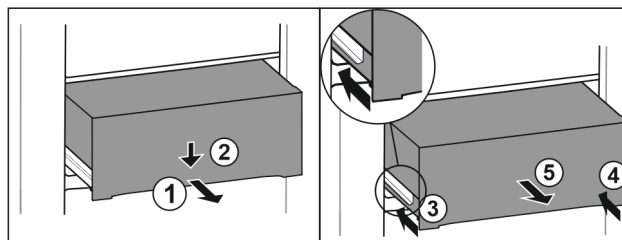

Fig. 196
- Zásuvku napůl vytáhněte. Fig. 196 (1)
- Stlačte zásuvku na přední straně dolů. Fig. 196 (2)
- Zasuňte levou kolejničku přibližně do 2 cm. Fig. 196 (3)
- Zasuňte pravou kolejničku přibližně do 2 cm. Fig. 196 (4)
- Vyměňte zásuvku dopředu. Fig. 196 (5)